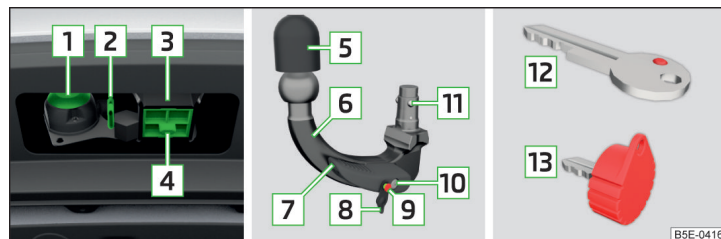

Fig. 297 Soporte del dispositivo de remolque / barra de cabeza esférica / variantes de llaves
Soporte del dispositivo de remolque, barra de cabeza esférica y variantes de llaves (dependiendo del equipamiento) » fig. 297
- Extraiga la caperuza protectora de la cavidad de alojamiento **4** » fig. 297 de la pág. 265 hacia abajo.